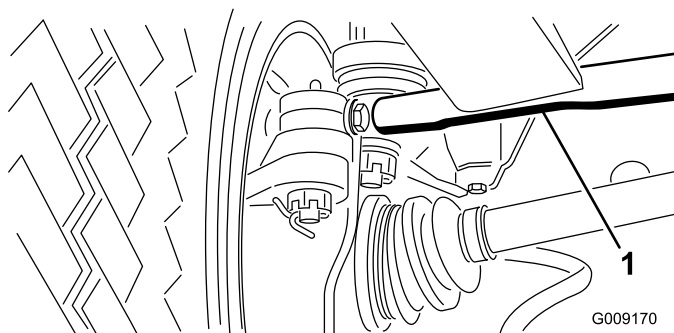

Figura 57
- En la rueda delantera derecha, afloje las contratuercas en ambos extremos de la biela (Figura 57).